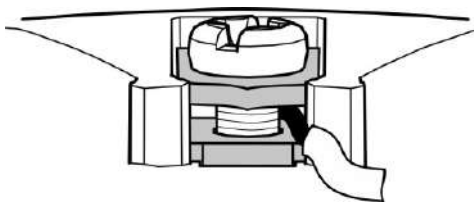

Рисунок 6.2 – Монтаж провода
- d. Подключить внешние электрические цепи, согласно разделу 6.4. Провода следует монтировать между пластинами (см. рисунок 6.2) .